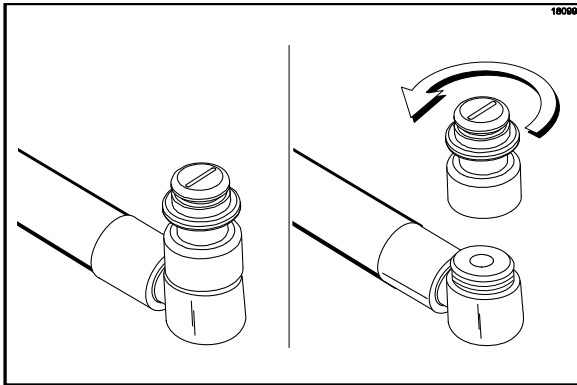

Abbildung 28
9. Den Eimer weiterhin unter den Frontverschluss halten und die Sirup-Anschlussnase durch Linksdrehung (entgegen dem Uhrzeigersinn) vom Sirupleitungs-Anschlussstück abnehmen. Die Sirupanschlüsse nach oben halten, damit möglichst wenig Sirup ausläuft. (Siehe Abbildung 28.)